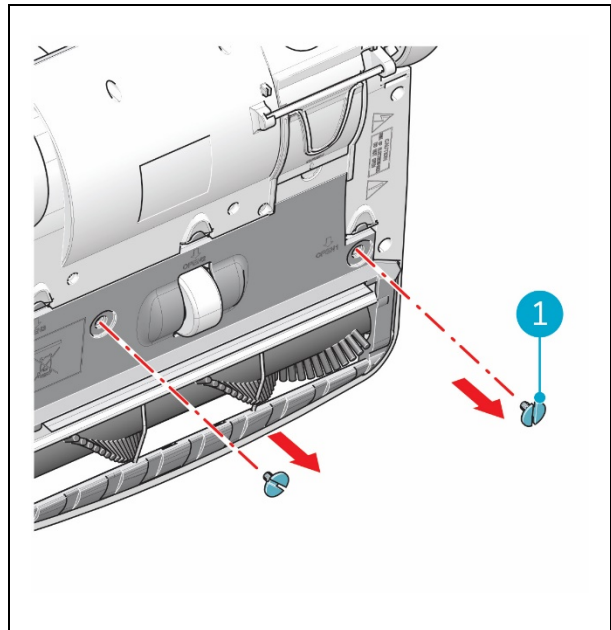

Abbildung 24
2. Bauen Sie die Metallschrauben aus (Abbildung 24, Pos. 1).
10. Schrauben Sie die Metallschrauben ein (Abbildung 24, Pos. 1).